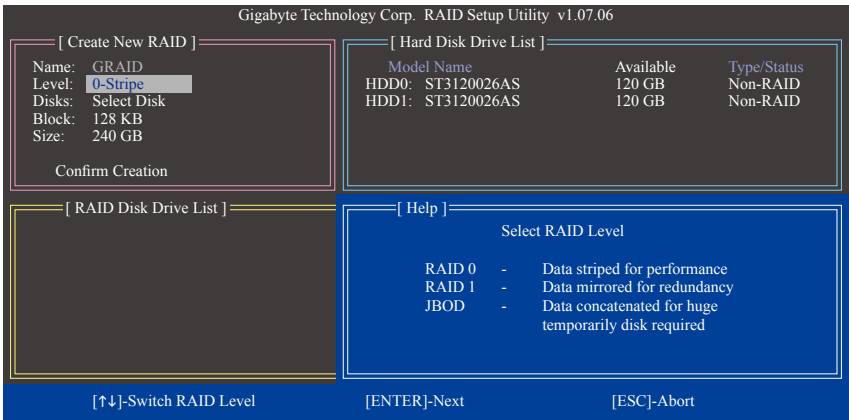

图5
请在「Create New RAID」区依序设置制作磁盘阵列所需的信息。(图5)
2. 选择要制作的磁盘阵列模式(Level): 以<h>或键选择欲制作的磁盘阵列模式，选项有 RAID 0 (Stripe)、RAID 1 (Mirror)及JBOD (图5)。完成后按<Enter>键移至下一步骤。